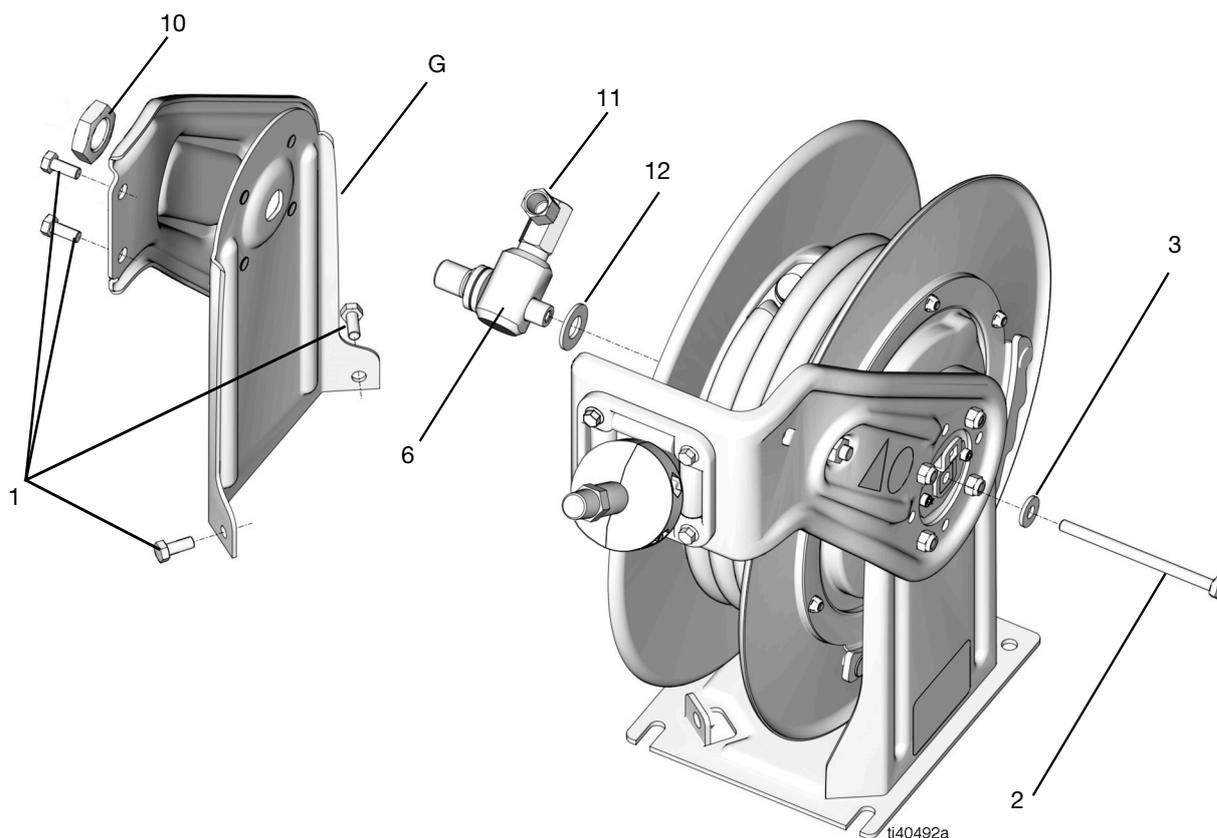

FIG. 3
4. Retire el tornillo (2) y la arandela (3) (FIG. 3).
5. Retire los tornillos (1) y la tuerca (10) (FIG. 3).
6. Desconecte la carrete manguera (no mostrado) del codo de la pieza giratoria (11)(FIG. 3).
8. Retire el pedestal del lado de la pieza giratoria (G).
9. Retire todo el conjunto de la pieza giratoria (6) (FIG. 3).